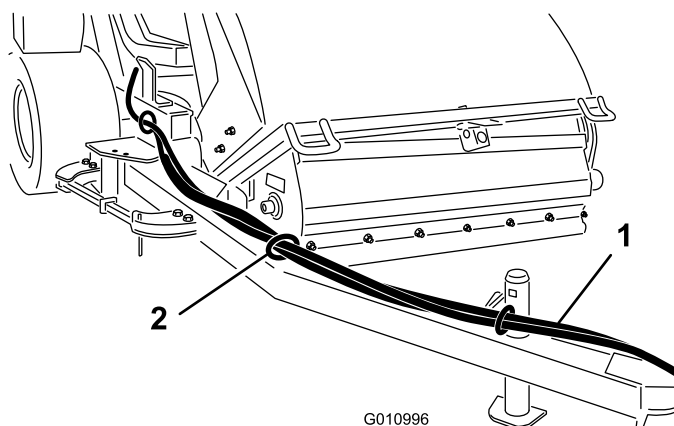

Bild 10
1. Verlegen Sie die Hydraulikschläuche und den Kabelbaum durch die Schlauchführungen zur Vorderseite der Anhängerkupplung (Bild 10).